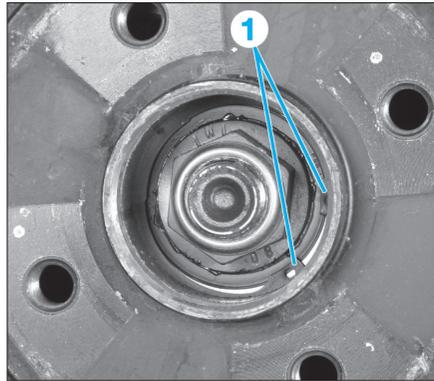

Fig. 28
- Extraire le circlips (1) de maintien du roulement (Fig.28).